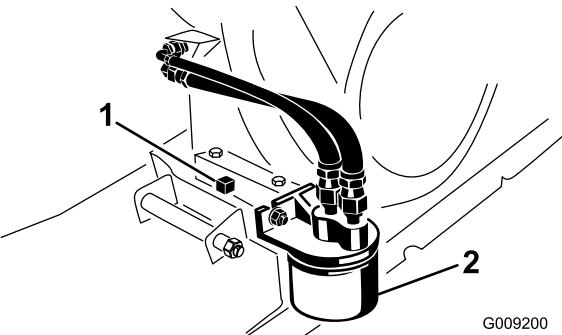

Figura 29
5. Retire o tampão de escoamento (Figura 29) e deixe o óleo escorrer para um recipiente adequado. Quando o óleo parar, volte a montar o tampão de escoamento.
2. Retire o filtro do óleo existente (Figura 29).